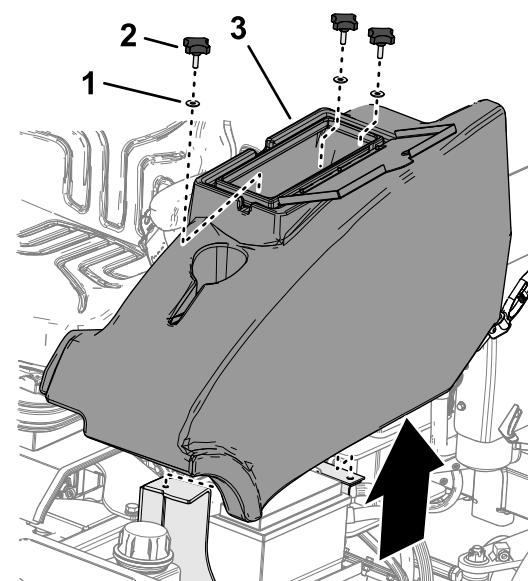

Figure 45
2. Retirez les 3 boutons et les 3 rondelles qui fixent le compartiment de rangement sur la machine et déposez le compartiment (Figure 45).